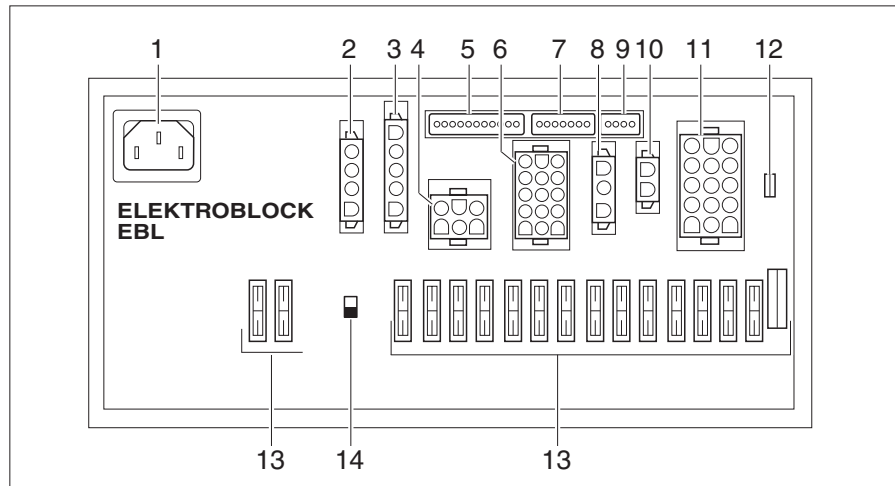

Bild 224 Elektroblock (EBL 102)
Einbauort Je nach Modell ist der Elektroblock (Bild 224) in der Sitzkonsole unter dem Fahrersitz oder im Bereich der Garage bzw. der Barsitzgruppe (Globeline) eingebaut.
- ▷ Der Batterie-Trennschalter (Bild 224,14) trennt alle Verbraucher, die am Elektroblock angeschlossen sind, vom 12-V-Netz.